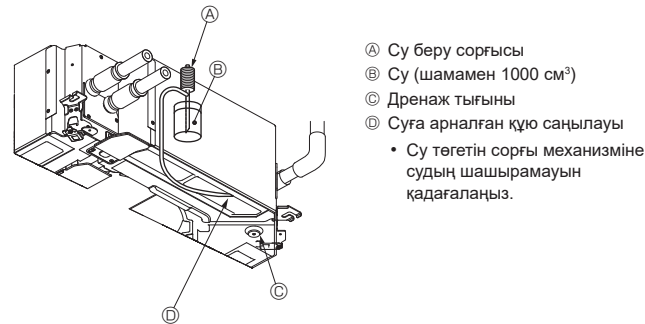

Fig. 7-6
7.4. Дренажды тексеріңіз (Fig. 7-6)